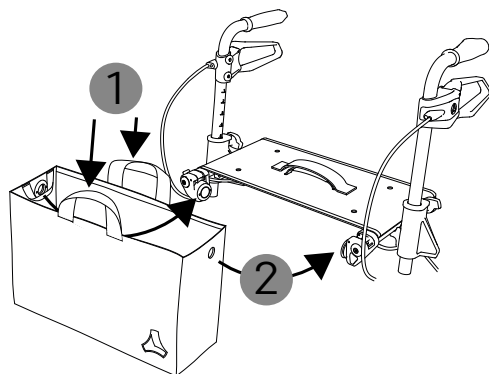

fig. 11
1. Per appendere la borsa, afferrare i manici grandi presenti sui lati più lunghi (1, fig. 11). In alternativa è possibile afferrare i due piccoli occhielli presenti nella parte interna e usarli per appendere la borsa.
3. Avvicinare le calamite presenti sui lati della borsa al controprezzo magnetico del deambulatore, in modo che possano agganciarsi (2, fig. 11). Accostare la borsa al gancio portaborsa possibilmente dal basso. Quando le calamite si sono agganciate correttamente si avvertirà un chiaro clic.